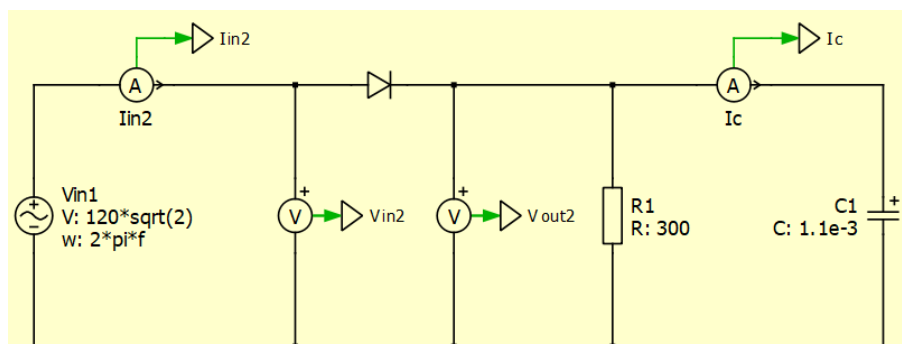

Figura 14 - Circuito elétrico da montagem retificadora monofásica de meia onda (carga RC).
- 16) Adicione um condensador de 1,1 mF em paralelo com a resistência de carga de acordo com a Figura 14.